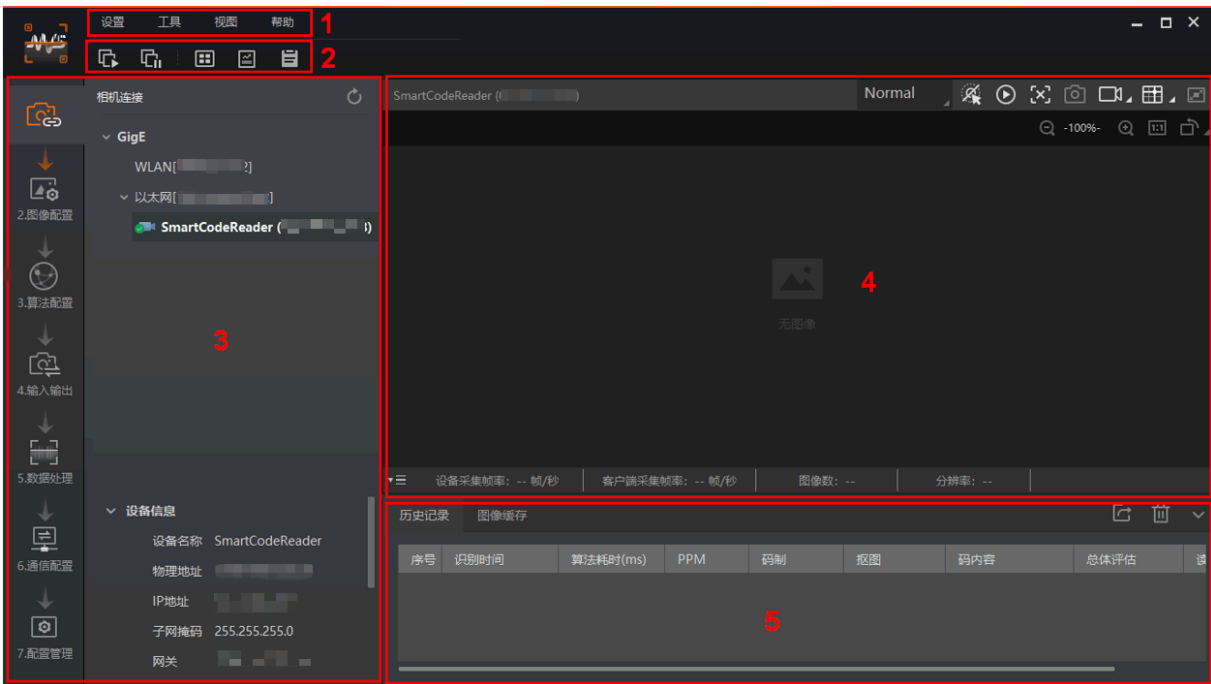

图3-10 IDMVS 主界面
- 2. 连接设备后，客户端主界面如图 3-10 所示，各功能模块的介绍详见表 3-1。